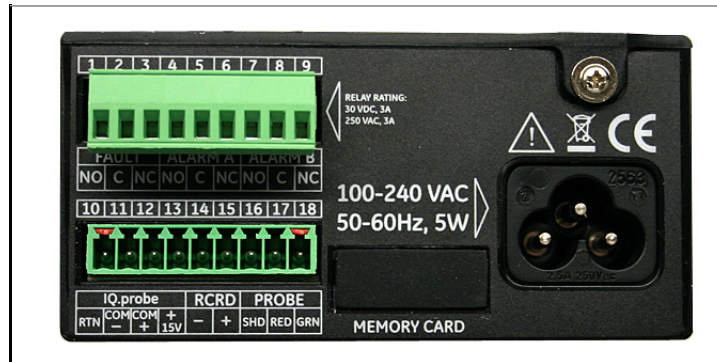
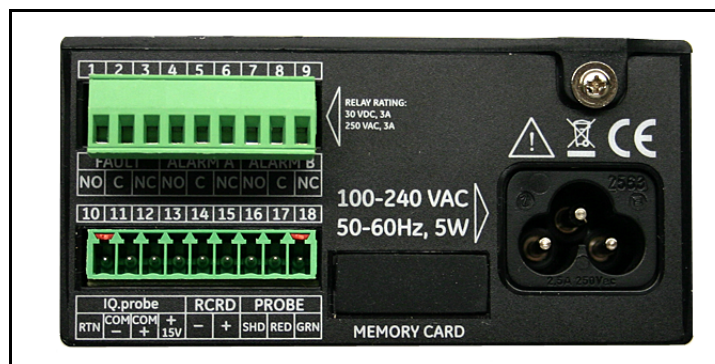

Figura 22: Conector inferior removido
Figura 27: Conector inferior removido
2. Remova o conector do bloco terminal inferior na parte posterior do **dew.IQ** (veja Figura 22 abaixo).
2. Remova o conector do bloco de terminal inferior na parte posterior do **dew.IQ** (veja *Figura 27* abaixo).
Consulte *Tabela 2* abaixo para conectar seu gravador analógico aos pinos 14 e 15 no bloco terminal inferior na parte posterior do **dew.IQ** (consulte *Figura 22* ou *Figura 27*).